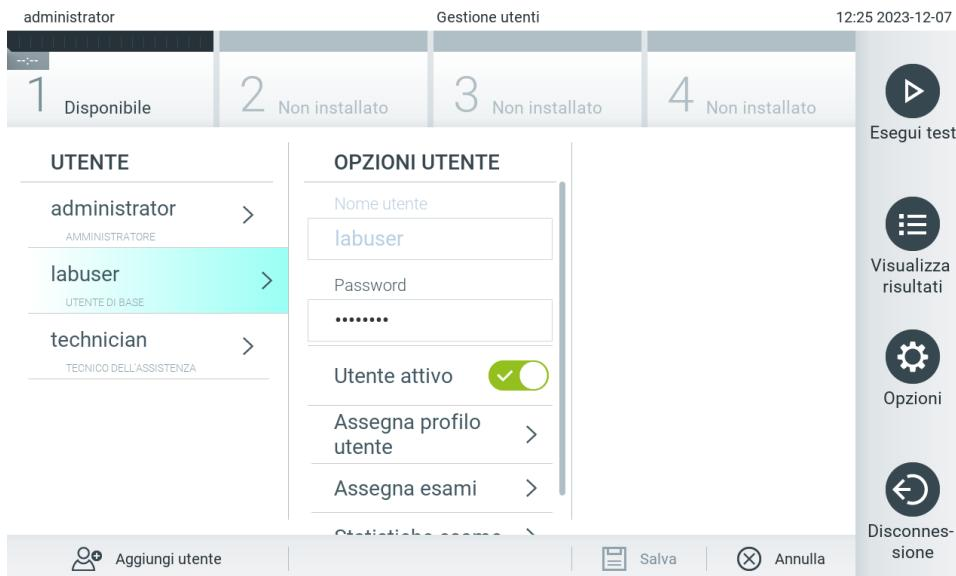

Figura 51. Selezione e gestione degli utenti.
- Selezionare l'utente da gestire dall'elenco nella colonna di sinistra dell'area dei contenuti (Figura 51).